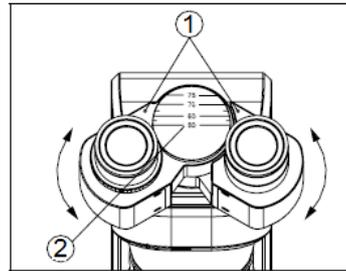

Fig. 2 Ajuste da distância dos olhos
O ponto (1) mostra na escala (2) a distância dos olhos do observador (vide Fig. 2).